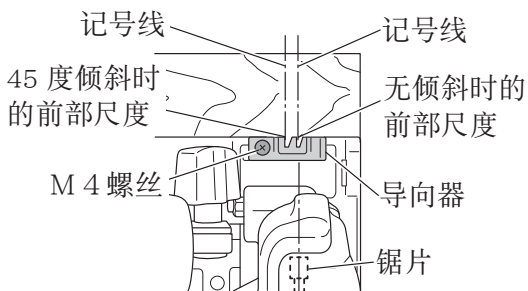
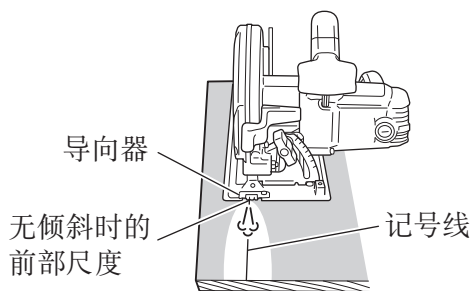
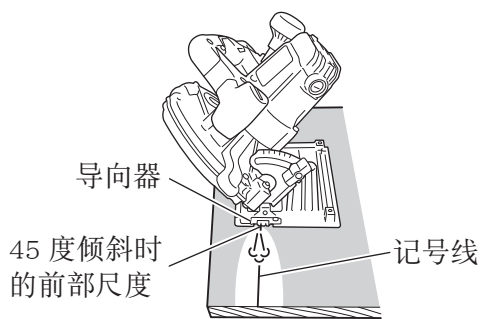

图 8
图 10
图 11
圆锯机从工厂出货后，导向器上的前段线性比例尺会与锯片的中央部位对准 (图 8)。
1. 将底座置于工件材料上方，然后在底座前方，将锯片及导向器前段线性刻度尺对准于记号线（图 8）。
底座无倾斜角度时，请使用大截面部位以做为导引之用（图 8 和图 10）。
如果有倾斜角度（45 度）时，请以小的前段刻度尺做为导引之用（图 8 和图 11）。